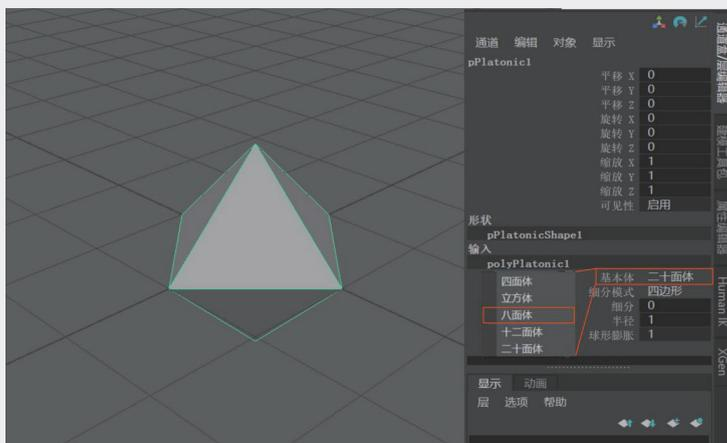

图3-6
**步骤2:** 在“通道盒”中，展开“输入”展卷栏下的polyPlatonic1，可以看到当前的“基本体”默认值为“二十面体”，单击该选项，将“二十面体”切换为“八面体”，如图3-6所示。